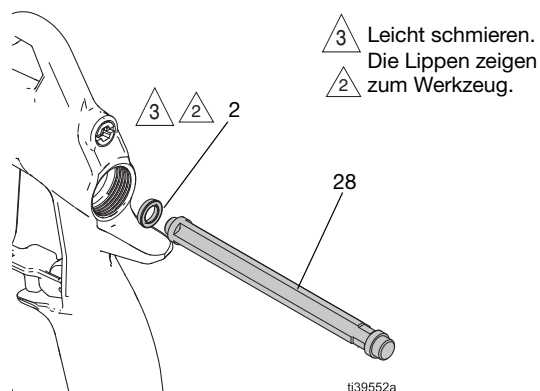

ABB. 47: Anbringen der U-Dichtung
5. Eine neue U-Dichtung (2) auf das Dichtungsmontagewerkzeug (28) aufsetzen; dabei müssen die Lippen der U-Dichtung zum Werkzeug zeigen. Siehe ABB. 47.
6. Die U-Dichtung (2) fest in die Rückseite der Pistole eindrücken, bis die U-Dichtung (2) einrastet.
7. Pistolenabzug (9) einbauen. Siehe **Abzug einbauen**, Seite 30.